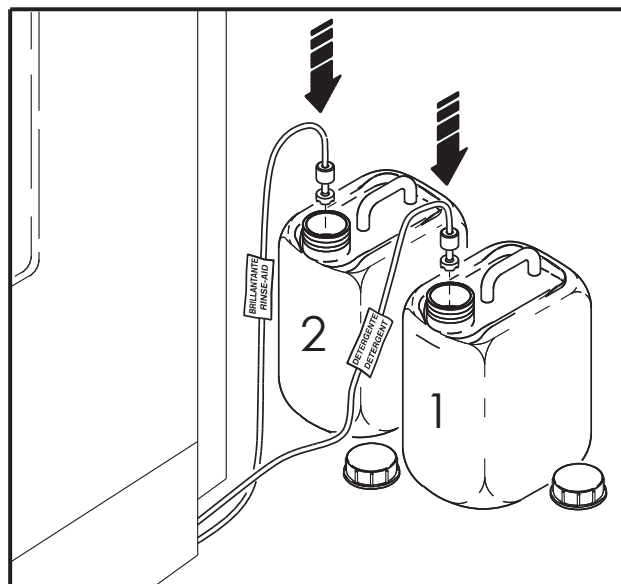

Fig. 22
- Verifique el nivel de abrillantador y de detergente en el recipiente externo y, en su caso, cámbielo (fig. 22)